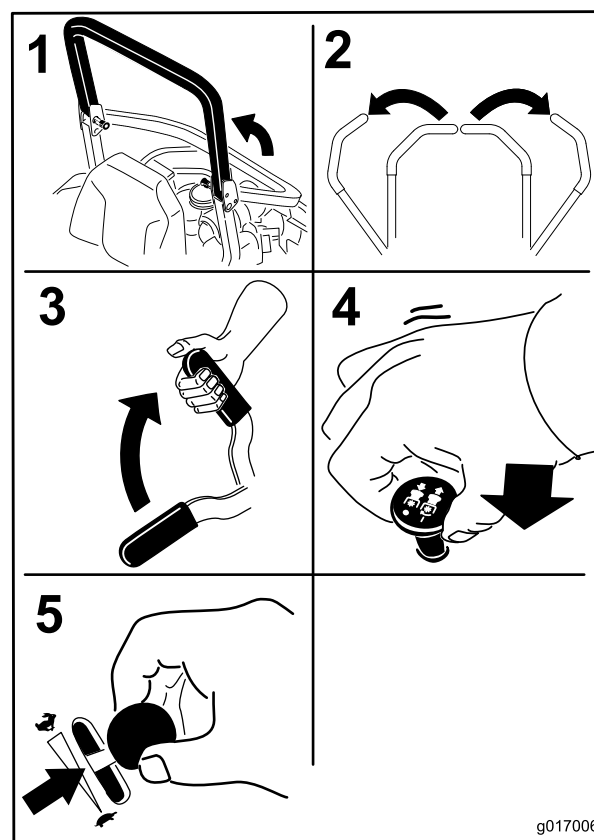

Figura 19
4. Mueva el mando de control de las cuchillas a la posición de Desconectado (Figura 19).